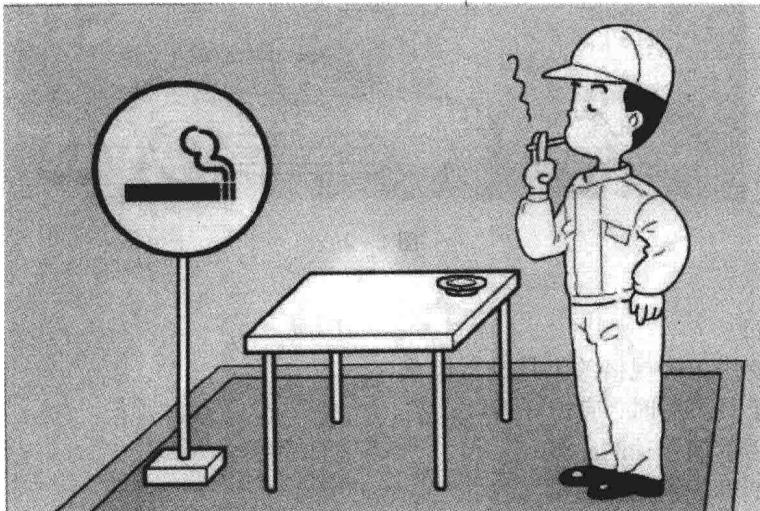

图 1-3
- 除非在吸烟区，否则不准抽烟，并且要确认将香烟熄灭在烟灰缸里(见图 1-3)。